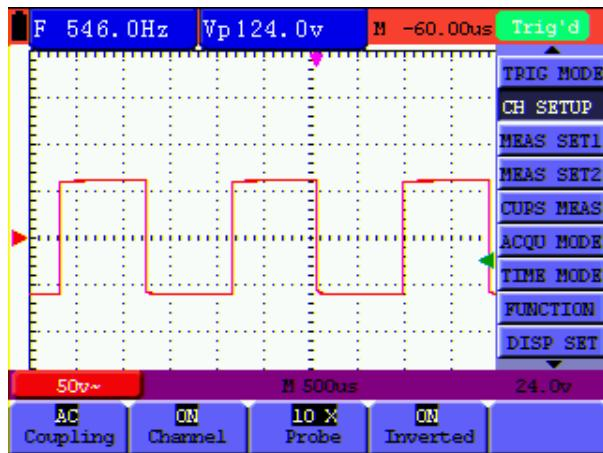

Рисунок 40. Настройка осциллографа по вертикали
- Используйте кнопки **F1-F4** для настройки доступных параметров (см. рисунок 40).